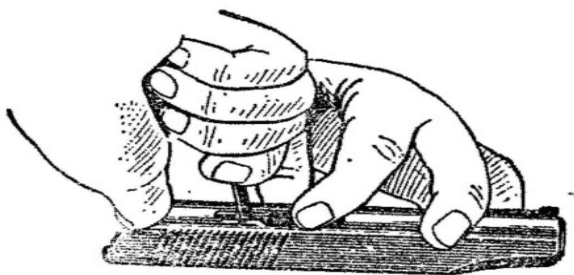

Рис. 19. Присоединение выбрасывателя к затвору
2. Присоединить выбрасыватель к затвору (рис. 19). Положить затвор на стол (скамейку), правой рукой вставить в гнездо затвора пружину выбрасывателя сгнетком (гнетком наружу).